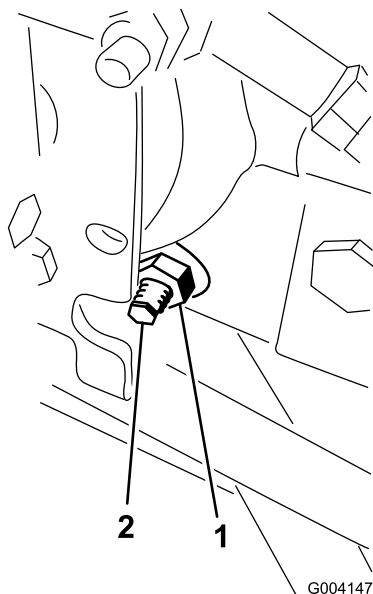

Figura 59
3. Dal lato destro dell'idrostat, allentate il dado di bloccaggio sulla camma di regolazione della trazione (Figura 59).